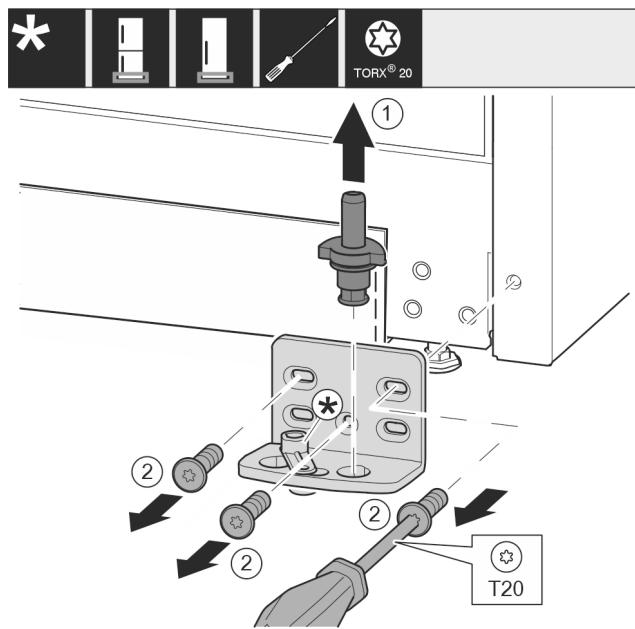

Fig. 14
- Ležajni sornik v celoti izvlecite navzgor. Fig. 14 (1)
- Vijake odvijte z izvijačem T20 in snemite ležajni podstavek. Fig. 14 (2)